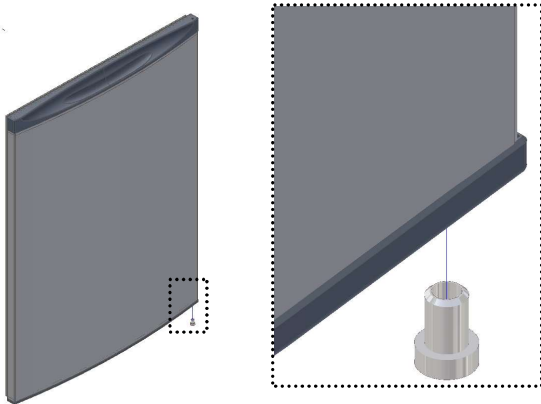

Abb. 7
- Stellen Sie die **Hülse** auf der Unterseite den Türen (Abb. 7);